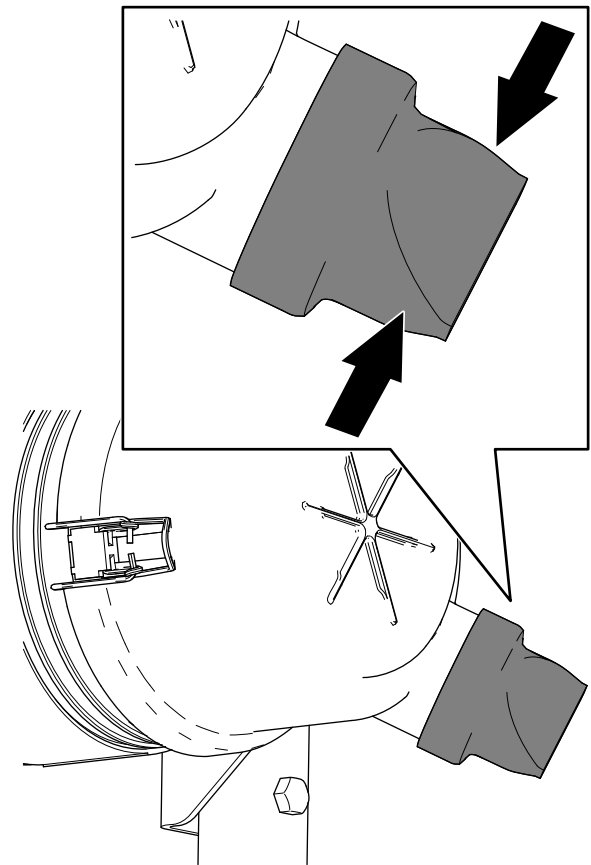

Figura 113
5. Strângeți supapa de evacuare a prafului (Figura 113).